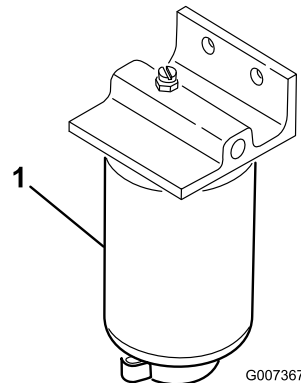

Figura 53
1. Coloque um recipiente limpo debaixo do filtro de combustível (Figura 53).